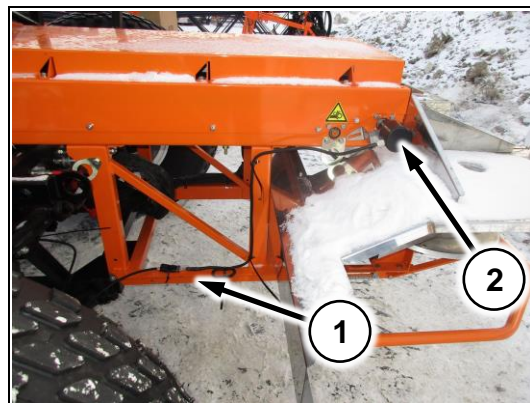
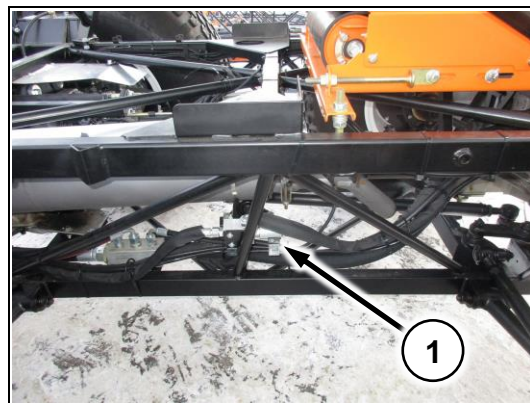

Рис. 159
Рис. 160
Для работы системы на машине должен быть установлен датчик оборотов ленты (Рис. 159/2) и гидравлический клапан ленты (Рис. 160/1), а также доработана гидравлическая система машины (См. п.11.1.2.2!)
- 1) Соедините жгут с датчиком оборотов ленты (Рис. 159/1).
- 3) Соедините жгут с гидравлическим клапаном ленты (Рис. 160/1)